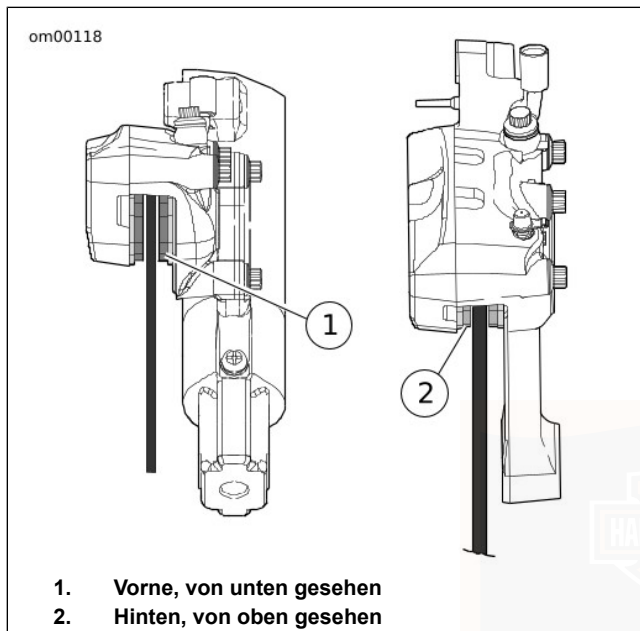

Abbildung 55. Bremsbelagmaterial
2. Siehe Abbildung 55. Die Dicke des Reibbelagmaterials im Bremsbelag messen.